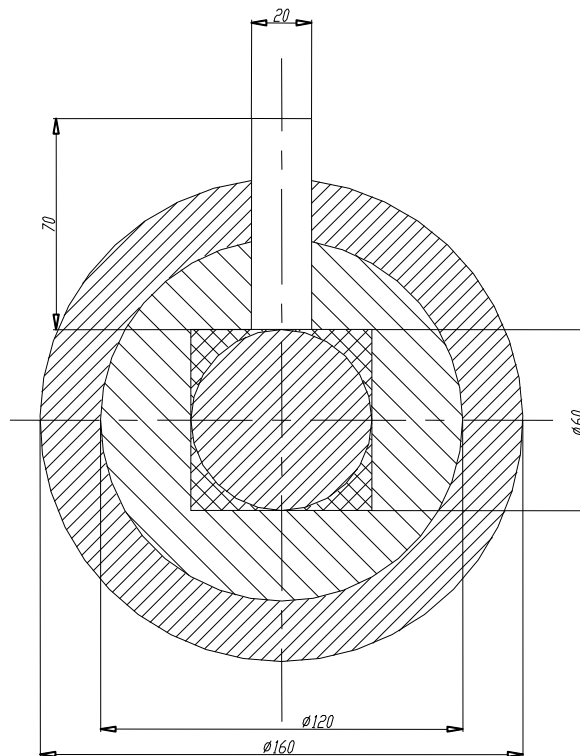

Рисунок 4.2 – Поясняющий рисунок для задания 1
- 1 Построить фигуру и выполнить штриховку (рисунок 4.2).